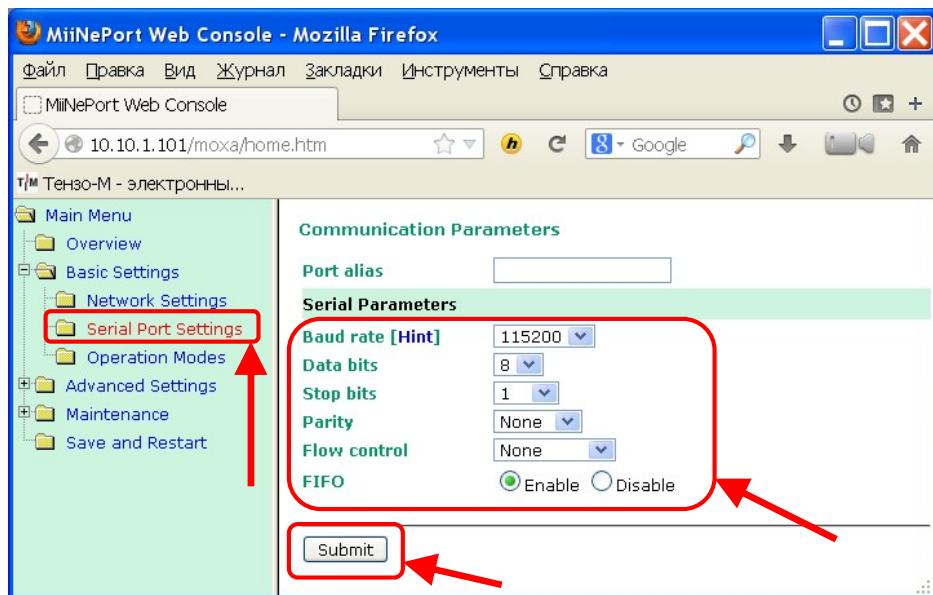

Рис. 16.12. Консоль управления «MiiNePort Web Console», настройки последовательного порта.
16.13. Войдите в пункт меню «**Basic Settings\Serial Port Settings**» консоли управления «**MiiNePort Web Console**» (см. Рис. 16.12).
Настройки «**Data bits**» (количество битов данных в кадре), «**Stop bits**» (количество стоповых битов данных в кадре), «**Parity**» (контроль чётности), «**Flow control**» (контроль потока) и «**FIFO**» должны быть установлены так, как на Рис. 16.12.
16.14. После установки параметров последовательного порта нажмите на кнопку «**Submit**» («подтвердить», см. Рис. 16.12).